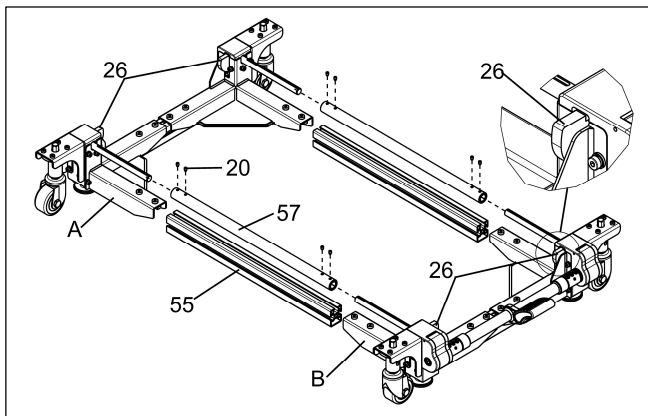

Abb. 15
c. Nun können Sie Die langen Seitenholme "55" und die Kupplung "57" in die hinteren Winkelkonsolen "A" bzw. die vorderen Winkelkonsolen "B" einführen. Alle Nocken "26" bis zum Anschlag drehen und anschließend die Schrauben "20" in die Bohrung der Kupplungen "57", fluchtend zu den Master- und Slavewellen einschrauben. (siehe **Abb. 15**)